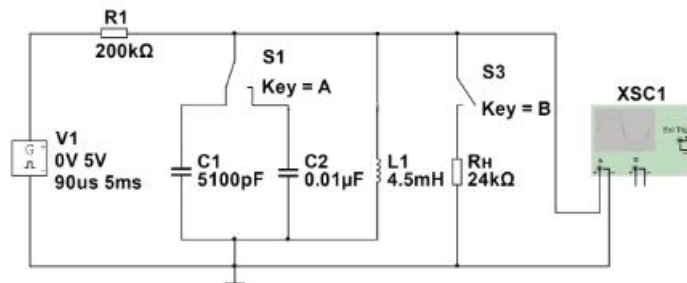

Рис. 1. Схема для исследований свободных колебаний в колебательном контуре
1. Соберите схему, изображённую на рис. 1. Переключатель J1 установите в положение, когда включена ёмкость  $C_1$ . Переключатель J2 разомкнут (т. е. исследование работы колебательного контура происходит без подключения нагрузки в виде сопротивления  $R_H$ ).